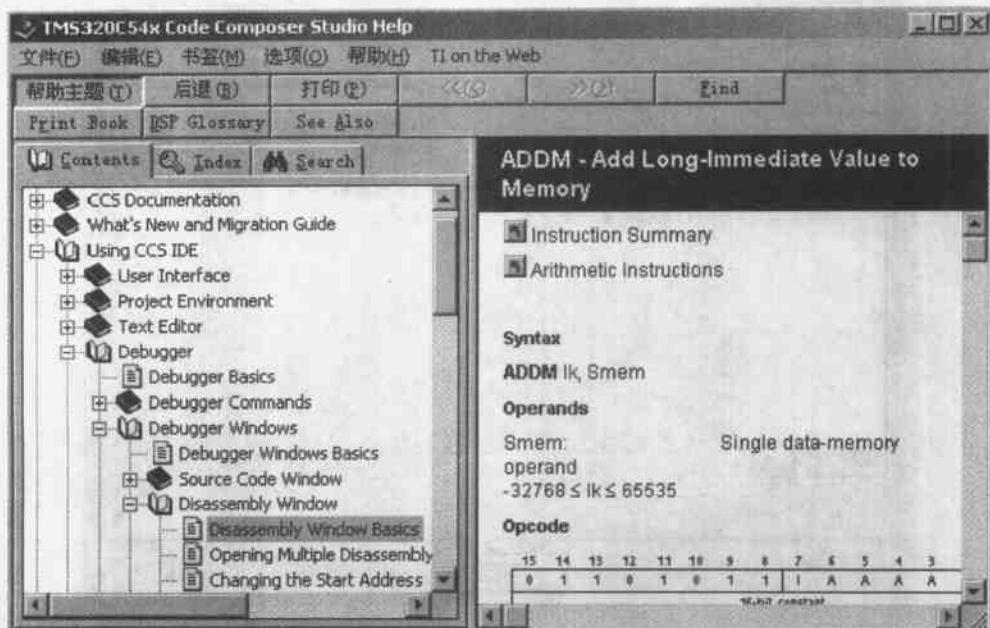

图 4.7 ADDM 指令的帮助信息
- (4) 在“反汇编”窗口中,单击任何一个指令,或将鼠标放在一条指令上,按 F1 键,则 CCS 将搜索该指令的相关帮助信息,这是获取一条指令帮助的最好方法。比如,将光标放在 c\_int00 行下的 ADDM 指令下,按 F1 键,将弹出如图 4.7 所示的帮助信息。